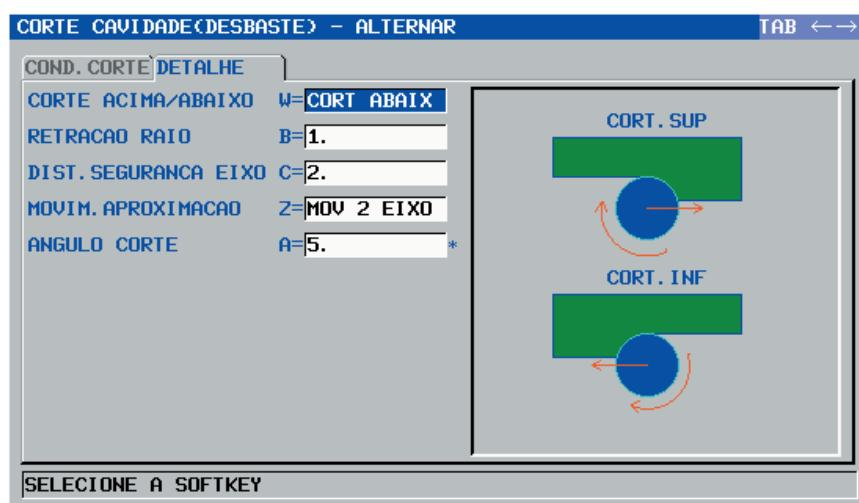

Figura 69 - Janela “DETALHE” - Ciclo de Cavidade
- Preencher os campos conforme a figura 69